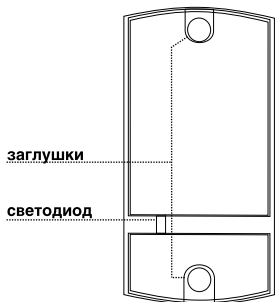

Рис. 2
5. Закройте отверстия на считывателе заглушками из комплекта (рис.2).